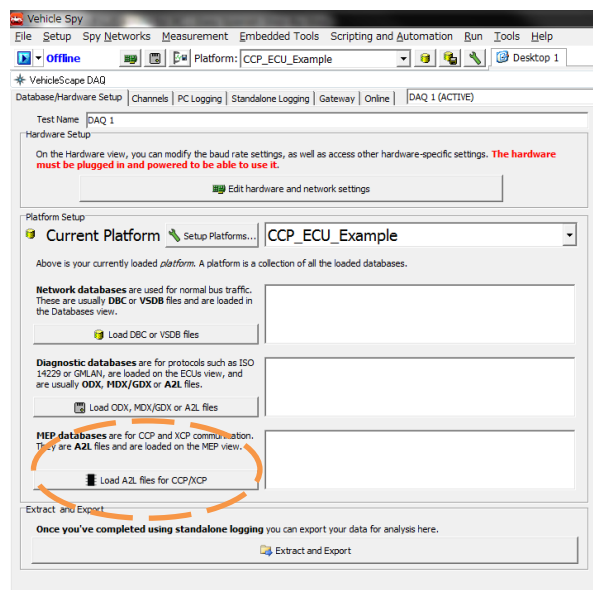

図 16 “Load A2L files for CCP/XCP”ボタン
- 2) “Load A2L files for CCP/XCP”ボタン押下(図 16)